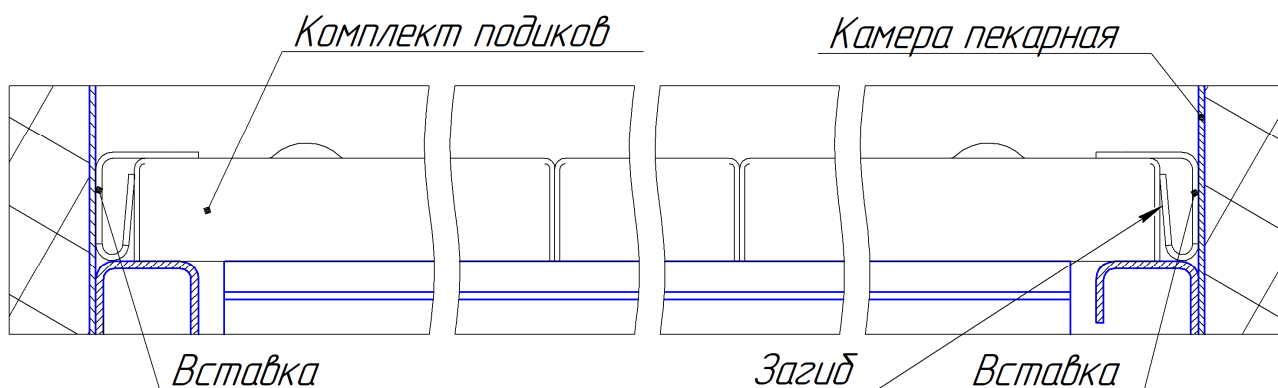

Рисунок 11 – Установка вставок
- установить вставки слева и справа от комплекта подиков, компенсировав зазоры между комплектом подиков и стенками камеры загибом вставок (см. рисунок 11);